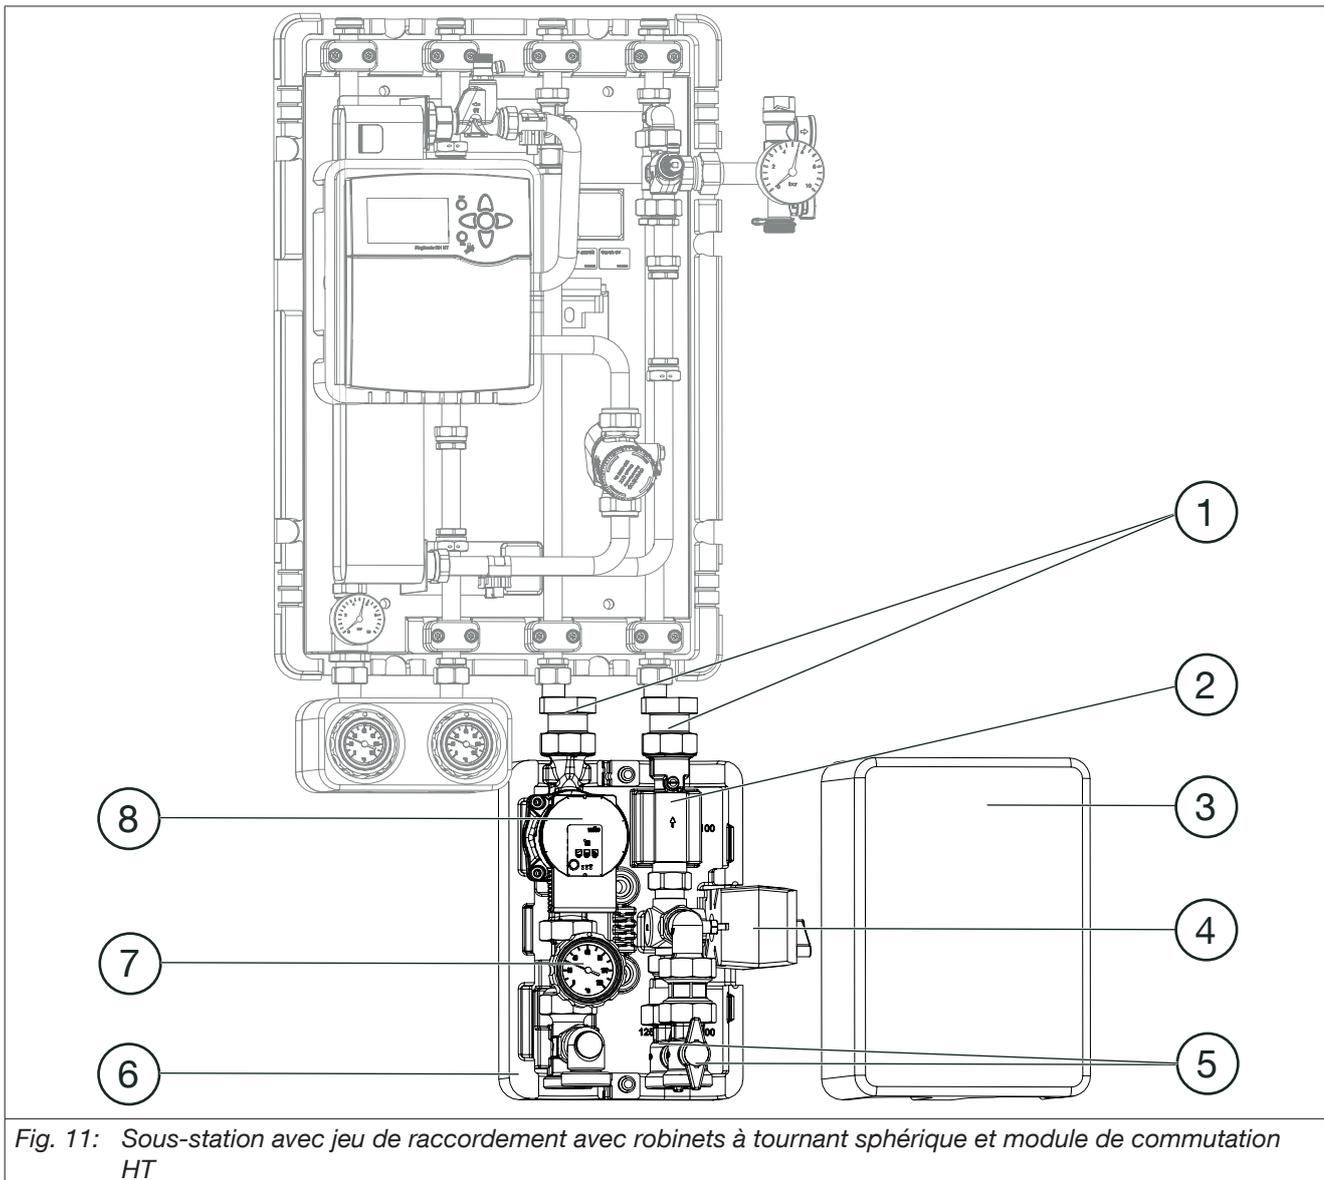

Fig. 11: Sous-station avec jeu de raccordement avec robinets à tournant sphérique et module de commutation HT
(1)	Isolation avant
(2)	Tube de raccordement
(3)	Isolation arrière
(4)	Vanne mélangeuse à trois voies
(5)	Circulateur
(6)	Robinetts à tournant sphérique avec thermomètre intégré à la manette
(7)	Module de commutation (vous trouvez la configuration du module de commutation HT sur la Fig. 11 en page 14)
La station Regudis H-H / Regudis H-M est équipée d'un groupe avec circulateur Regumat S (voir Fig. 11 en page 14).
La station Regudis H-HT / Regudis H-MT est équipée d'un robinet de commutation avec moteur tout ou rien (voir Fig. 11 en page 14).